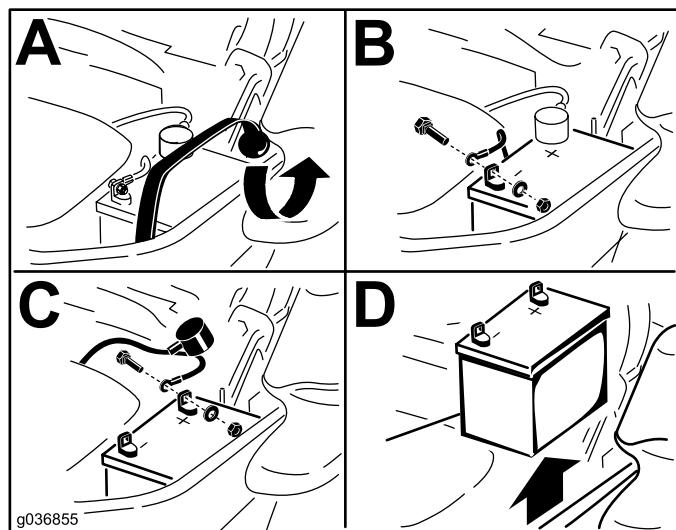

Figura 50
- Retire la batería según se muestra en la Figura 50.
1. Coloque la batería en la bandeja, con los bornes frente al depósito de aceite hidráulico (Figura 50).
4. Fije los cables con 2 pernos, 2 arandelas, y 2 contratuerca (Figura 50).
6. Fije la batería con la correa de goma (Figura 50).